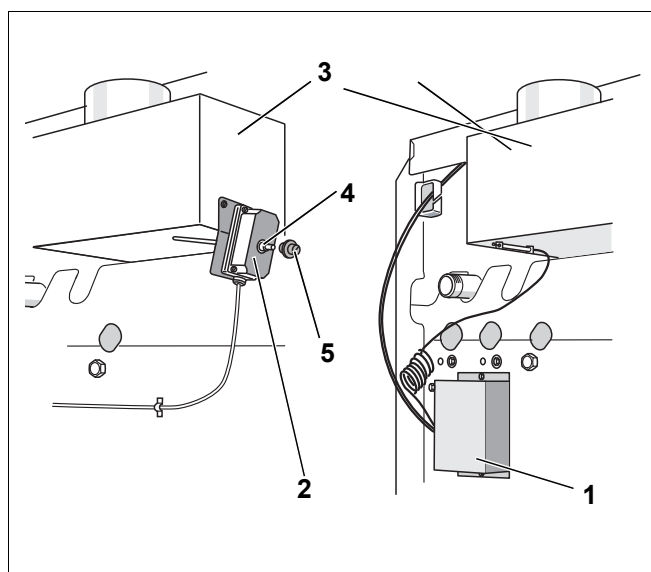

Рис. 11 Системы контроля дымовых газов
- Если имеется теплотребность, система контроля дымовых газов AW 50 (Рис. 11, поз. 1) через несколько минут вновь автоматически запускает горелку.
- На системе контроля дымовых газов AW 10 (Рис. 11, поз. 2) примерно через две минуты снимите защитный колпачок (Рис. 11, поз. 5) и нажмите разблокировочный штифт (Рис. 11, поз. 4).